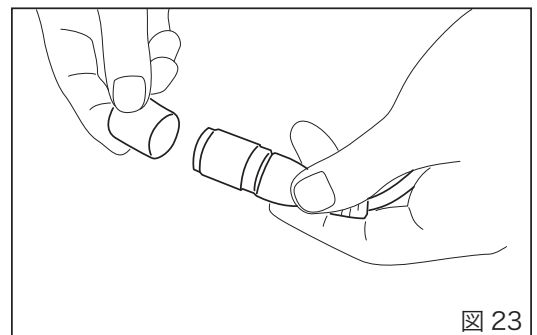

図 23
- ・モニタ本体とケーブルドラムを繋ぐコネクタを外し、ケーブルドラム側のコネクタに保護キャップを被せる。(図 23)